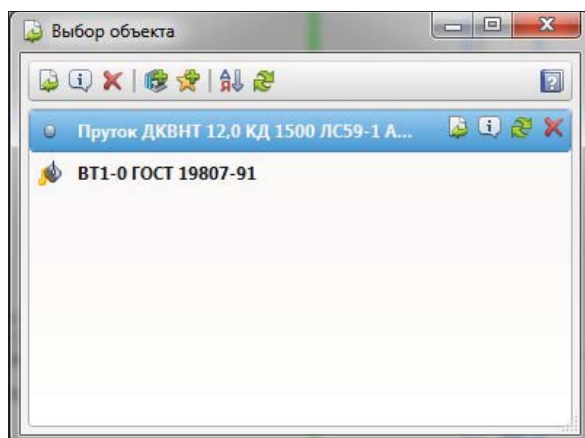

Рис. 14.17. Диалоговое окно **Выбор объекта**
- ◆ в ячейку **Обозначение материала** детали можно ввести обозначение материала с клавиатуры либо воспользоваться пользовательским меню, вызванным двойным щелчком ЛК мыши в данной ячейке, где выбрать команду **Выбрать материал...** — система выведет на экран меню **Выбор объекта** (см. рис. 14.17), в котором необходимо выбрать материал, уже применявшийся, или из справочника **Материалы и Сортаменты для КОМПАС** (см. следующий раздел);
- ◆ в этом меню щелкните ЛК мыши по пункту **Выбрать материал** — на экране появляется диалоговое окно **Выбор объекта** (рис. 14.17). По умолчанию в центральном окне нет выбранного материала;